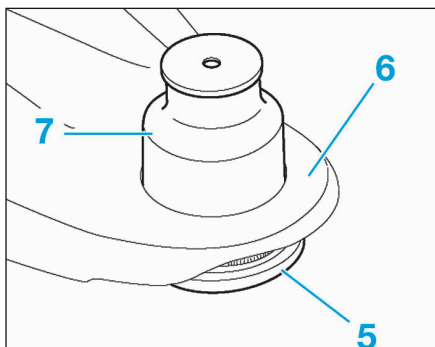

FIG.17
- Positionner la rotule inférieure neuve (5) sur le bras inférieur (6) (Fig.17).